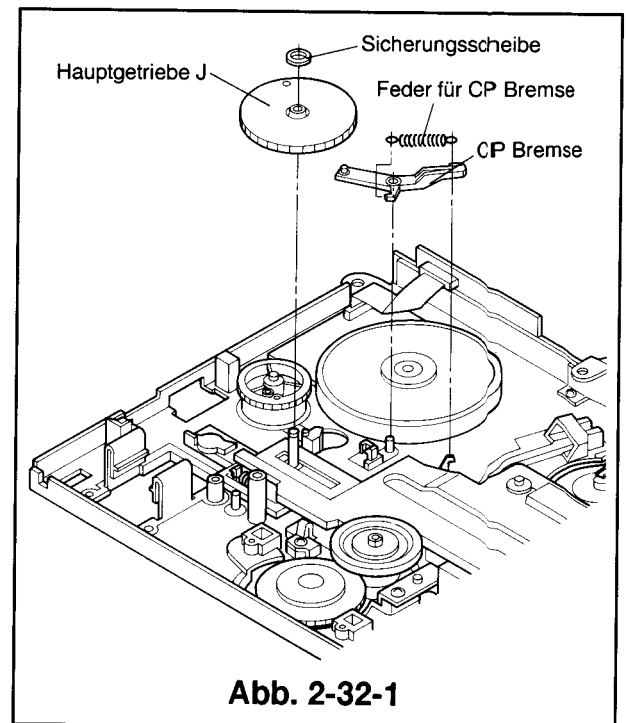

Abb. 2-32-1
- ① Den Antriebsriemen ausbauen (siehe Artikel 2-28).
- ② Die Lademotoreinheit (mit der Motorhalterung) ausbauen (siehe Artikel 2-29).
- ③ Das Hauptgetriebe J ausbauen (siehe Artikel 2-30).
- ④ Die CP Bremse anheben und zusammen mit der Feder der CP Bremse ausbauen (siehe Abb.2-32-1).